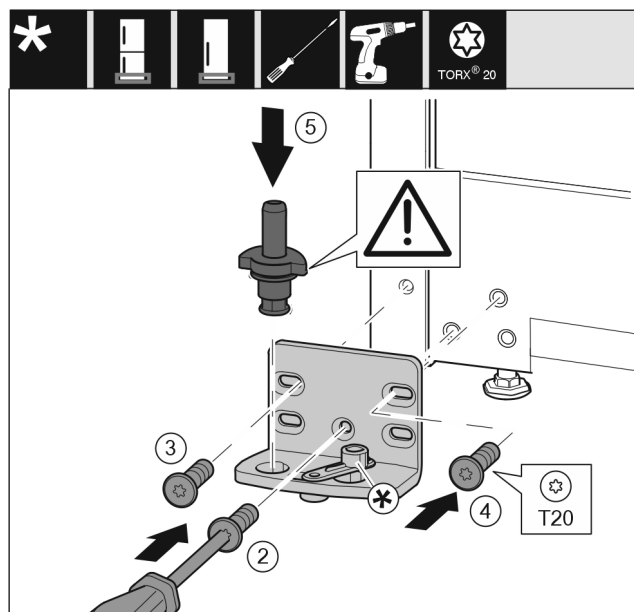

Fig. 22 *
- Placer le support de palier de l'autre côté et le visser avec un tournevis. Commencer par la vis Fig. 22 (2) en bas au milieu.*
- Serrer la vis Fig. 22 (3) et la vis Fig. 22 (4).*
- Insérer complètement l'axe de palier Fig. 22 (5). Veiller à ce que l'ergot soit orienté vers l'arrière.*
- Placer le support de palier de l'autre côté et le visser avec un tournevis. Commencer par la vis (2) en bas au milieu.*
- Serrer la vis (3) et la vis (4).*
- Insérer complètement l'axe de palier (5). Veiller à ce que l'ergot soit orienté vers l'arrière.*